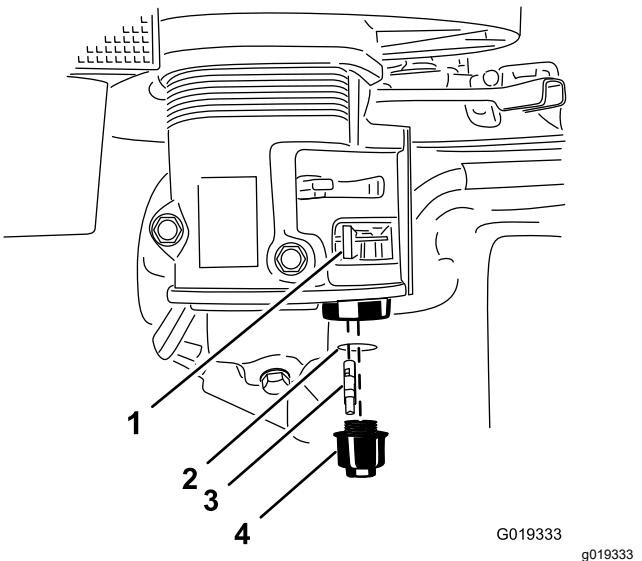

Figure 52
4. Tournez le robinet d'arrivée de carburant complètement à gauche en position FERMÉE (Figure 52).
5. Dévissez la cuvette de décantation (Figure 52).
6. Déposez et conservez le filtre à carburant et le joint torique (Figure 52).
9. Posez le filtre à carburant au fond du carburateur (Figure 52).